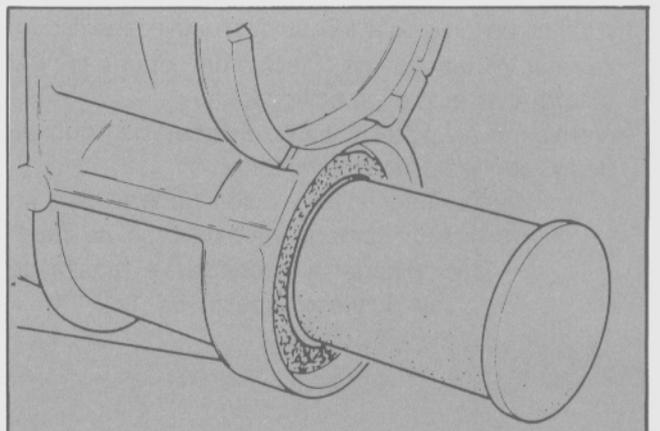

Fig. 9 - Instalación de la herramienta especial
- Instalar la herramienta especial N° T74G-7657-BAS (caja manual) ó T78G-77052-BAS (caja automática), en la extensión de la caja para evitar pérdidas de aceite (Fig. 9).